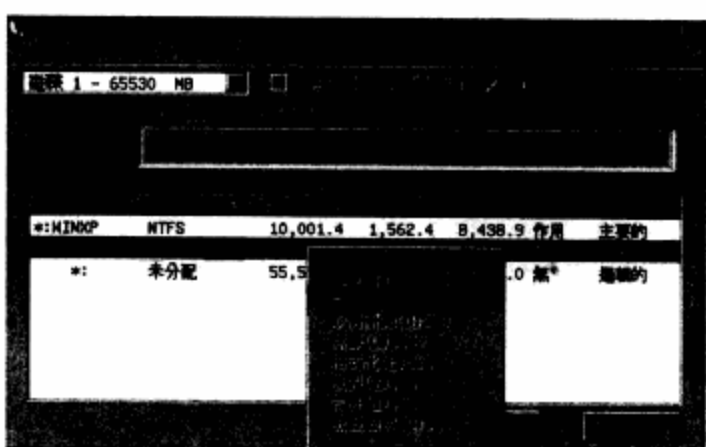

图4-93 选择“删除”命令
**步骤 05** 右击类型下面的“延伸”选项，在弹出的快捷菜单中选择“删除”命令。如图4-93所示。